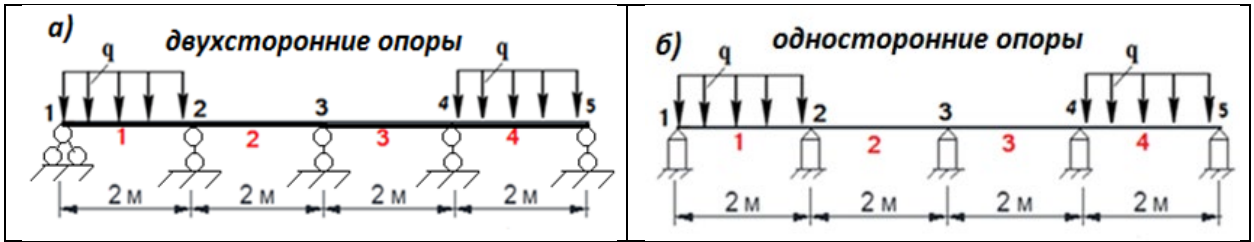

Рис. 6.1
6. Расчет балочных систем с односторонними связями. На рис.6.1а представлена неразрезная балка с пятью двухсторонними опорами, а на рис.6.1 б с пятью односторонними опорами (упорами). В системе Mathcad необходимо выполнить сравнительный расчет напряженно-деформированного состояния (НДС) двух балочных систем. Расчет системы с односторонними связями выполнить методом итераций на основе метода сил.